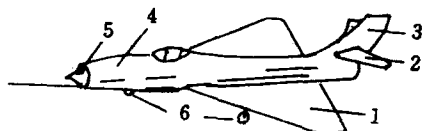
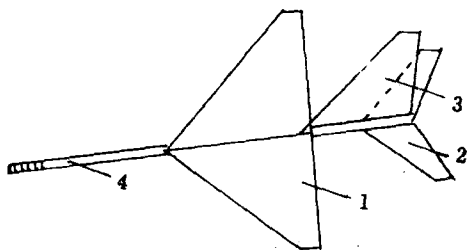
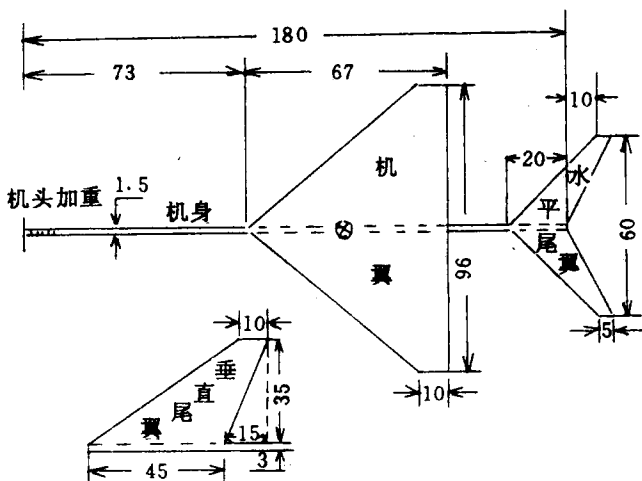

图 1-1-2 歼击机的主要组成部分
图 1-1-3 手掷模型歼击机组成部分
图 1-1-4 红星 1 号手掷模型歼击机工作图
这是一种最简易的手掷模型滑翔机,它是模仿国产歼-7 型飞机设计的。歼-7 型飞机主要由机翼、尾翼、机身、动力装置和起落装置组成的,见图 1-1-2。从外形看,在机身两侧装有有机炮,机翼下有挂架,可挂空对空导弹、火箭弹或炸弹,在机身下挂有副油箱。而手掷模型歼击机构造较简单,只由机翼、水平尾翼、垂直尾翼、机身四部分组成,见图 1-1-3。歼击机的特点是机体小,速度快,机动性能好,是空中对敌作战的“能手”。它可以搜索、歼灭敌机,掩护轰炸机、运输机和地面部队执行战斗任务,消灭敌人掌握制空权。我国已经能够自己设计制造歼击机。1956 年 9 月 27 日将首批生产的歼-5 型飞机装备了空军部队。以后,陆续生产了歼-6 型、歼-7 型、歼-8 型和歼侦-6 型飞机,并用这些飞机不断地充实了我国空军部队的装备,增强了国防力量,保卫了祖国的领空。希望同学们从小立志学习航空知识,将来能设计、制造出多种多样的歼击机,为祖
在准备好所需的工具和材料之后,还有一件非常重要的事情是,要学会看图、用图。因为每一架模型飞机都是根据图纸做出来的。所以,你必须把图纸的尺寸和结构弄清楚再动手制作。我们红星 1 号手掷模型歼击机工作图,图 1-1-4 标明的是模型的实际尺寸(单位:毫米)。
c. 组装方法：按图 1-1-3、图 1-1-4 所示位置将各种部件
A、检查模型飞机重心(模型重力的作用点)的位置。因为模型飞机重心位置是否准确,是影响飞行性能的重要因素,所以在放飞之前,首先要进行认真检查和调整。我们制作的这架手掷模型歼击机的重心约在翼根翼弦(翼型前缘到后缘的直线距离)的  $1/2$  处,见图 1-1-4。检查、调整的方法是,用铅笔尖顶住重心处,使模型飞机平稳地停放在铅笔尖上。这时,重心